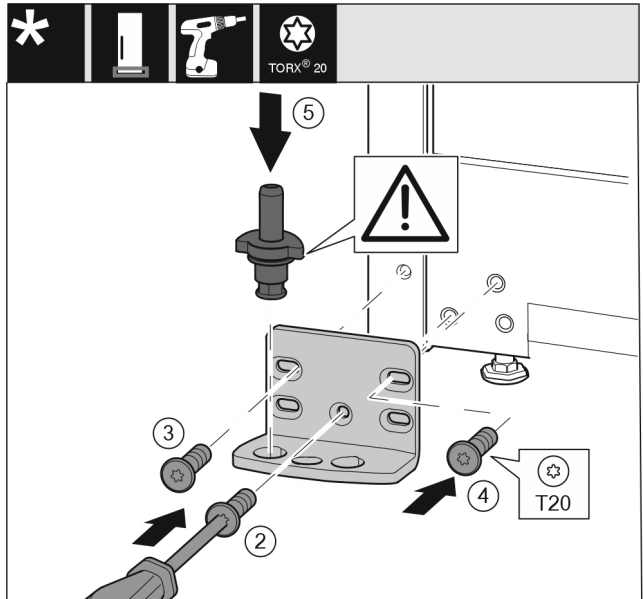

Fig. 15
- ▶ Vendosni bazamentin mbështetës në anën tjetër dhe mbërthejeni me ndihmën e një kaçavide T20. Filloni me vidën 2 poshtë në mes. Fig. 15 (2)
- ▶ Mbërtheni fort vidën 3 dhe 4. Fig. 15 (3,4)
- ▶ Vendosni komplet në vend bazamentin mbështetës. Këtu bëni kujdes që gungat e kapjes të jetë të kthyera nga poshtë. Fig. 15 (5)